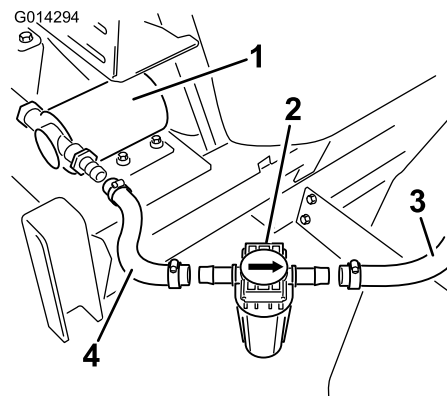

Bild 23
2. Bauen Sie den Filter parallel zu den offenen Schlauchenden ein, die von der Pumpe und zu den Spüldüsen verlaufen (Bild 23).